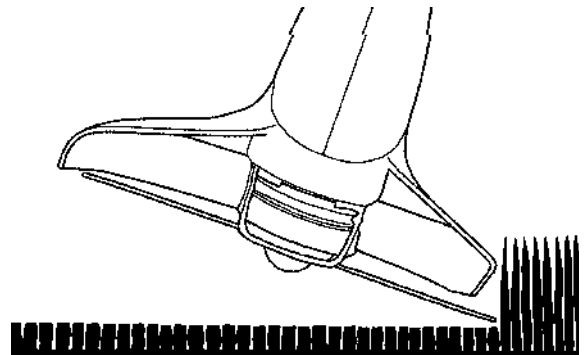

Fig. 12
4. **POUR TONDRE DE PLUS PRÈS** (Fig. 12). Tenir le coupe-herbe droit devant soi et l'incliner légèrement de manière que le fil de coupe se trouve à l'angle voulu sans que le dessous de la tête de coupe ne touche le sol. Toujours tondre loin de soi, ne jamais amener le coupe-herbe à soi.